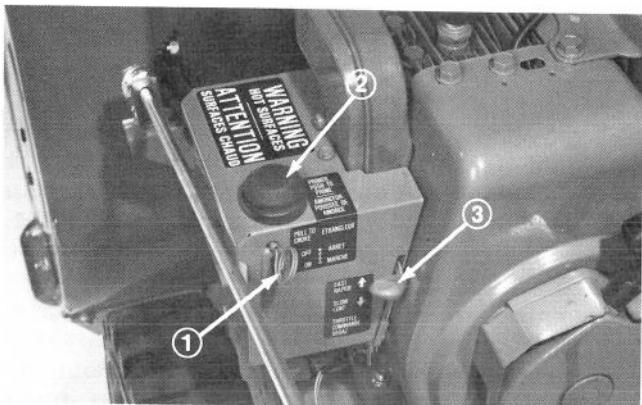

Figure 14
**Commande des gaz (Fig. 14)** — La commande variable des gaz a deux positions extrêmes: RAPIDE (fast) et LENTE (Slow). Pour faire augmenter le régime du moteur, tirez la manette vers le haut. Ne faites tourner le moteur que juste assez vite pour projeter la neige où vous le voulez.
**Étrangleur (Fig. 14)** — L'étrangleur du moteur se trouve à l'arrière de la boîte de chauffage. Tirez à fond la manette de l'étrangleur (Full Choke) pour mettre en marche le moteur froid. Au fur et à mesure que le moteur se réchauffe, repoussez petit à petit la manette de l'étrangleur.
**Amorceur (Fig. 14)** — Appuyez sur l'amorceur qui projette une petite quantité d'essence dans le moteur pour faciliter la mise en marche par temps froid.